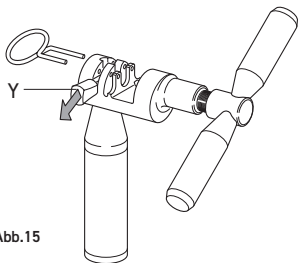

Abb.15
- Bereiten Sie das Werkzeug **UT-CN400** vor, indem Sie die Stelllasche auf Verschießen stellen (Y - **Abb. 15**).